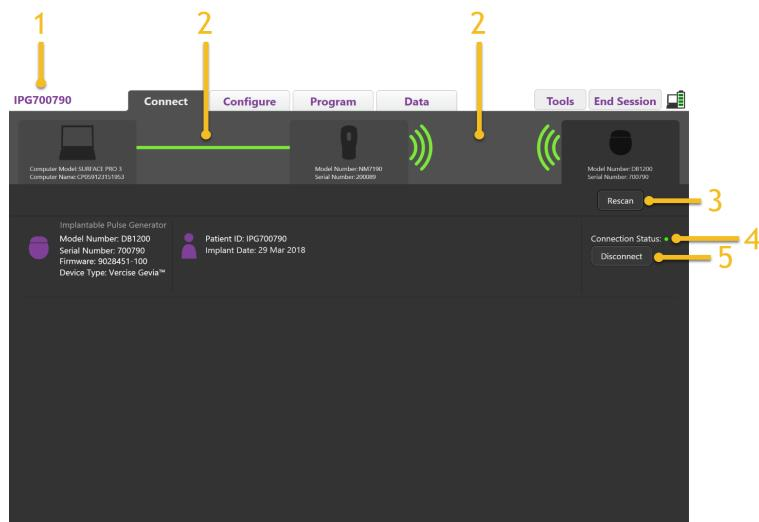

Figura 4. Conexión establecida entre el programador clínico y el estimulador
5. Cuando se ha establecido una conexión entre el programador clínico y el estimulador, aparecerá la siguiente pantalla (Figura 4).